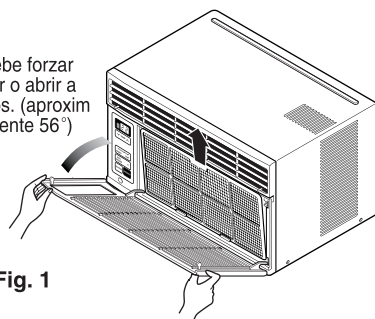

Fig. 1
1. Saque el Filtro de Aire de la parrilla frontal jalando hacia la izquierda (ver Fig. 1).